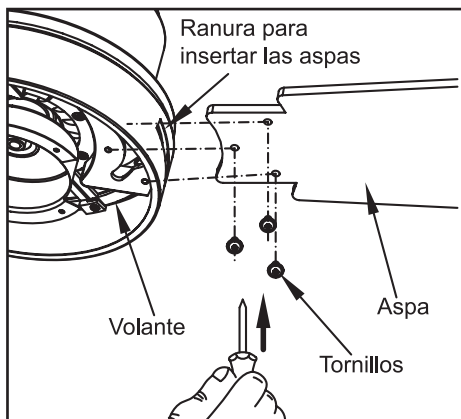

Figura 9
1. Inserta el aspa en la abertura en el centro del volante, alinea los tres orificios para tornillo en el aspa con los orificios para tornillo en el volante y asegúrala con los tornillos incluidos (Figura 9).